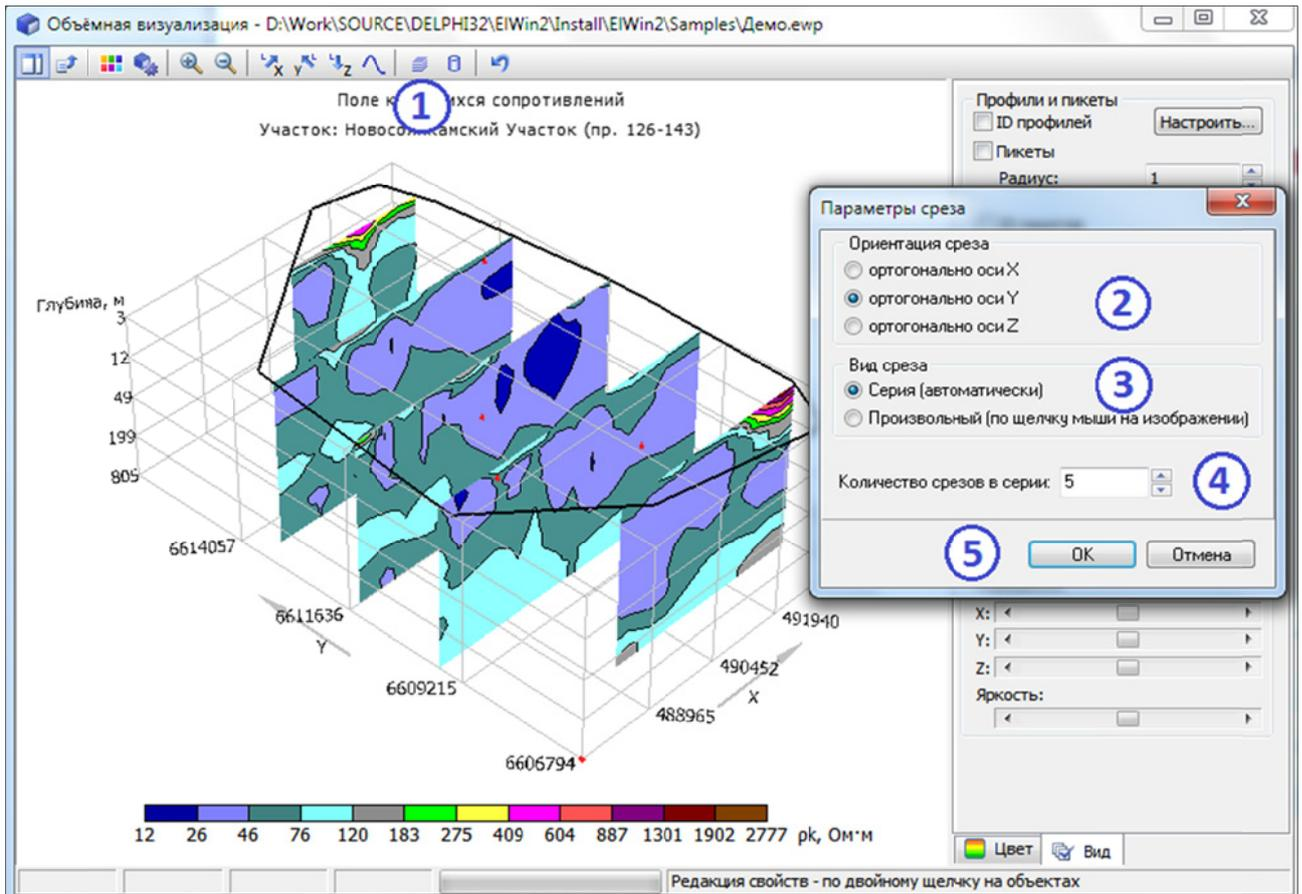

Рис. 5.5.5. Построение срезов.
- выделять области с выбранным диапазоном сопротивлений (рис. 5.5.5);
- нажмите кнопку *Работа со срезами* на панели инструментов (рис. 5.5.5, цифра 1);